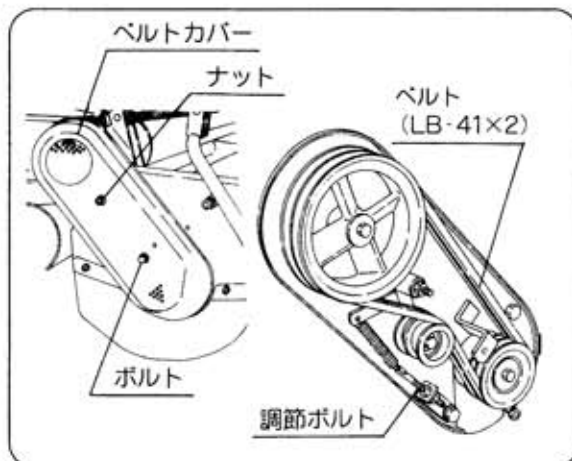

図59
① ボルト・ナットをゆるめベルトカバーを取り外します。(図59)
② 調節ボルトをゆるめます。(図59)